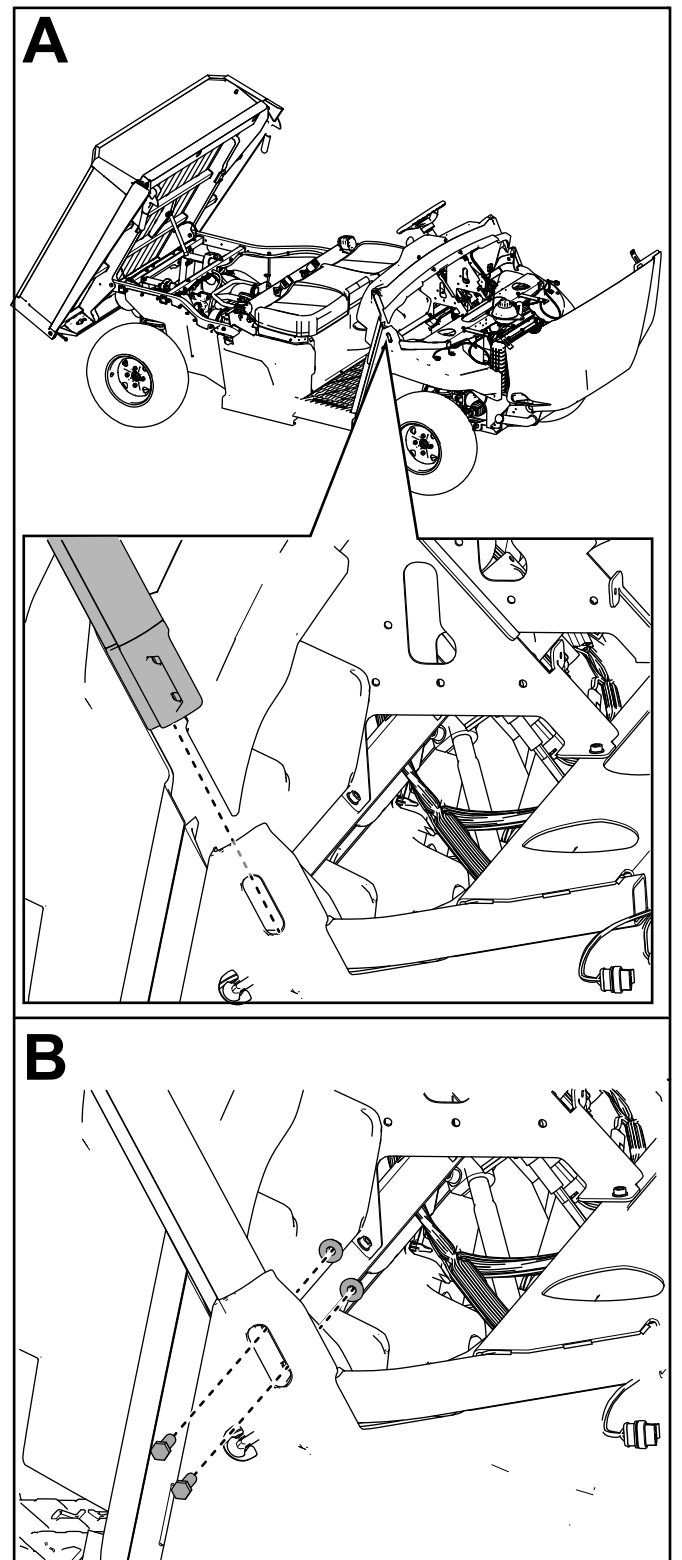

Bild 13
7. Befestigen Sie die rechte, vordere Überrollbügelbaugruppe mit zwei Sechskantschrauben ($\frac{3}{8}$ " x $1\frac{1}{4}$ "") und zwei Sicherungsmuttern ($\frac{3}{8}$ "") lose an der rechten Überrollbügelhalterung, wie in Bild 13 dargestellt.